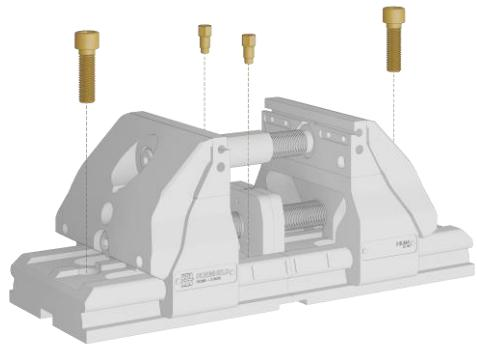

Abb. 44: Verbindungsbolzen und Befestigungsschrauben lösen
- 2.) Verriegelungsschrauben und Schrauben der Verbindungsbolzen lösen (siehe Abb. 44), am Spanner und an der Unterteilverlängerung